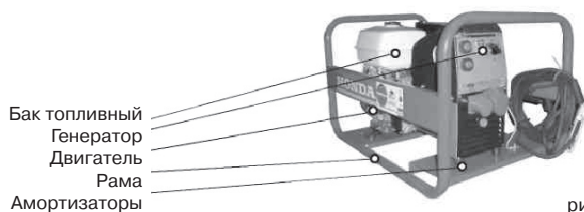

рис. 1
1.1.1.3 Общий вид электроагрегата приведен на рис. 1